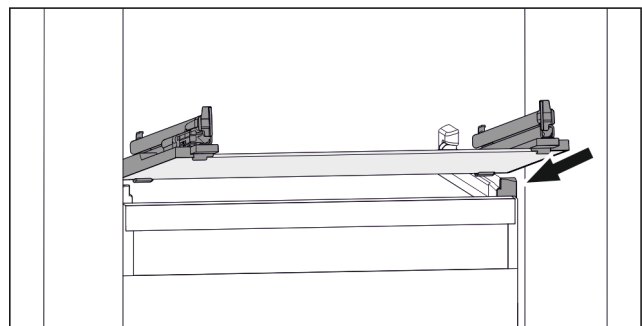

Fig. 154 Примерно изображение на стъклената плоча
- ▶ Поставете стъклената плоча под ъгъл зад ограничителите. (виж Fig. 154)